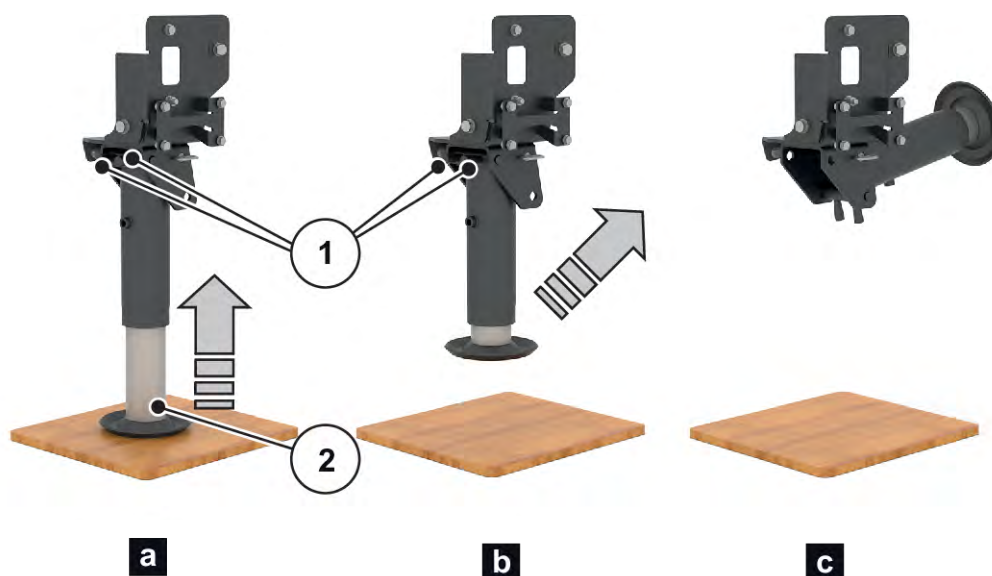

Fig. 25: *Rabattement de la béquille*
- ▶ Rabattre la béquille. Voir Fig. 25 *Rabattement de la béquille*